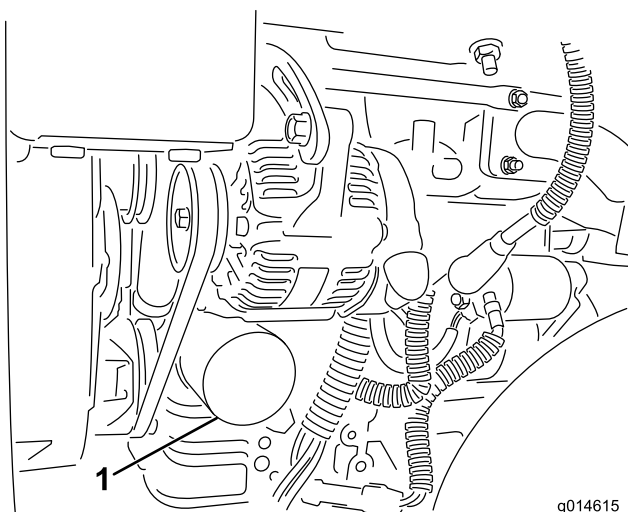

Figura 43
2. Retire o filtro do óleo (Figura 43). Aplique uma leve camada de óleo limpo na gaxeta do novo filtro.